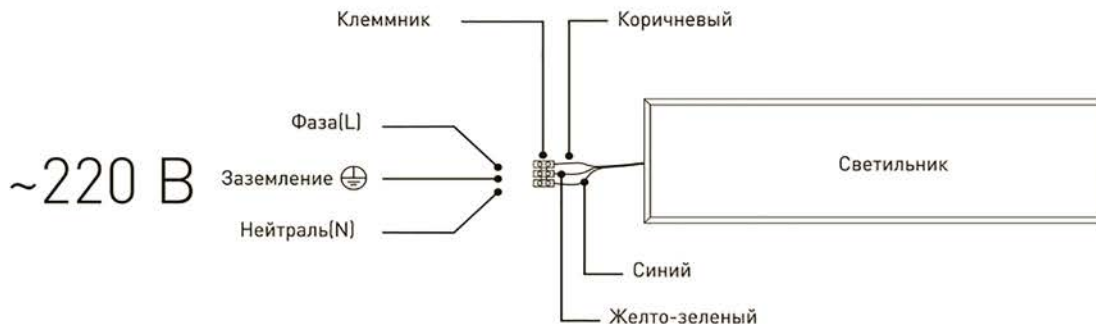

Рис.1. Схема подключения светильника к сети 220В.
3.3.2. Этот провод необходимо подключить к проводу источника питания с помощью внешнего клеммника (в комплект не входит) в соответствии со схемой, изображенной на рис.1;